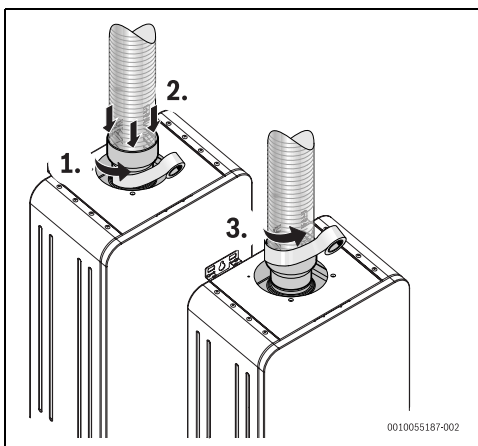

Bild 22 Installation vom Typ B23
- mit geeignetem Material gedämmt sein (Bild 22)